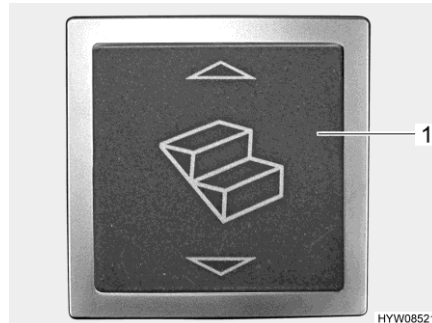

Bild 6 Vippkontakt för fotsteg
- Tryck på vippkontakten (Bild 6,1) vid ingången.